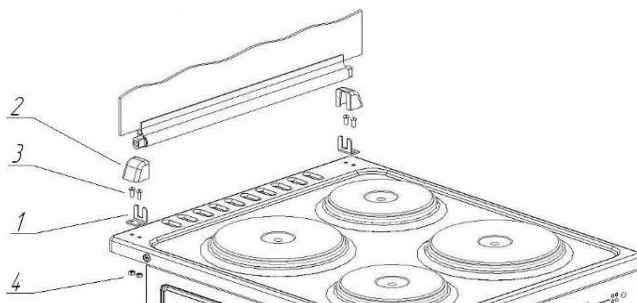

Рис. 5 Установка стеклянной крышки стола.
6) Установите на место крышку стола плиты (при её наличии). Установка и дополнительная комплектация согласно Рис. 5 и Табл. 1.
Некоторые модели плиты оснащены стеклянной крышкой стола, которая при необходимости легко снимается. Для этого снимите крышки декоративные поз.2 (Рис. 5), полностью откройте стеклянную крышку и поднимите вверх.